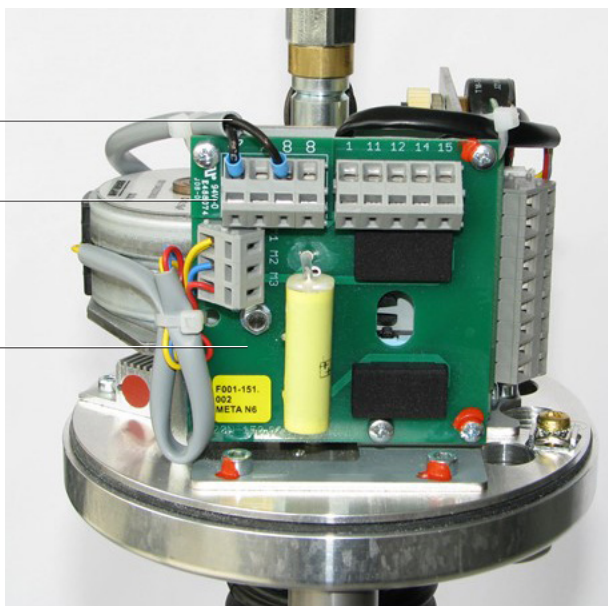

Fig. 15
- Raadpleeg de Fig. 15 tot 20 "Installatie verwarmer 1 - 6 kN" voor de meer informatie over het product en bevestig het anticondens klemmenbord aan het moederbord met de meegeleverde schroeven